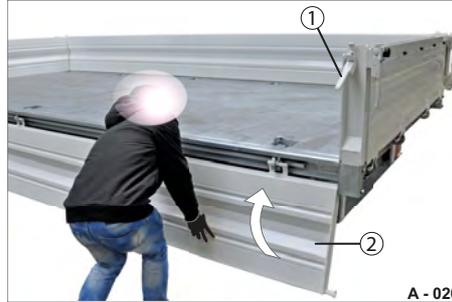

Abb. 22 Bordwand hochklappen
- ▶ Prüfen Sie vor dem Hochklappen, dass die Verschlüsse (Abb. 22/1) geöffnet sind.
- ▶ Klappen Sie die Bordwand (Abb. 22/2) hoch.